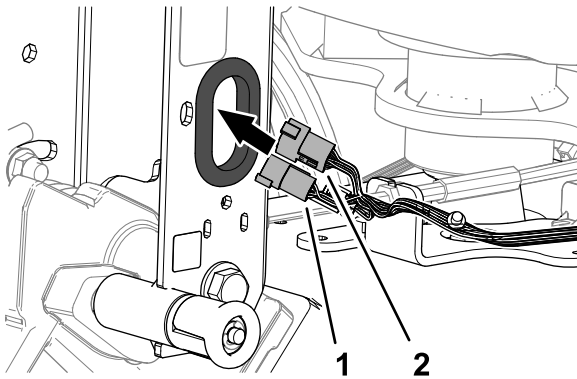

Bild 8
1. Führen Sie den 6-poligen Stecker und den 12-poligen Stecker des Maschinenkabelbaums durch die Tülle im Lenkerkanal (**Bild 8**).